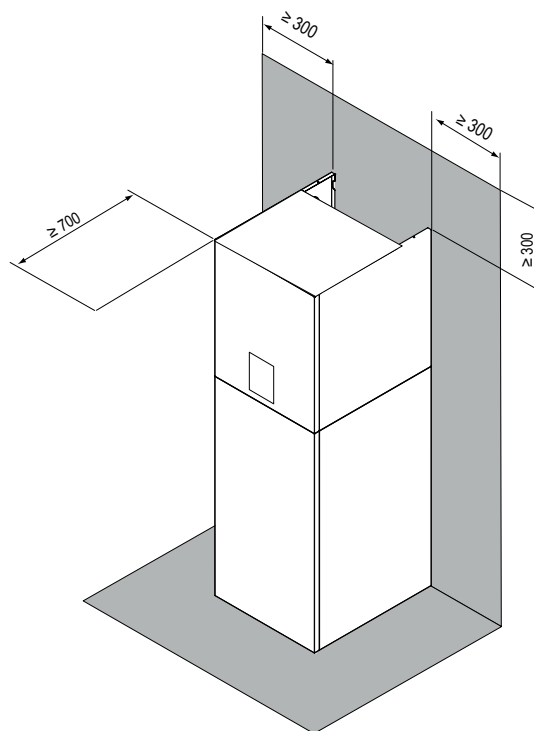

fig. 6 - zone de travail minimale pour l'unité intérieure
- L'espace autour de l'unité est adapté à la maintenance, voir fig. 6.